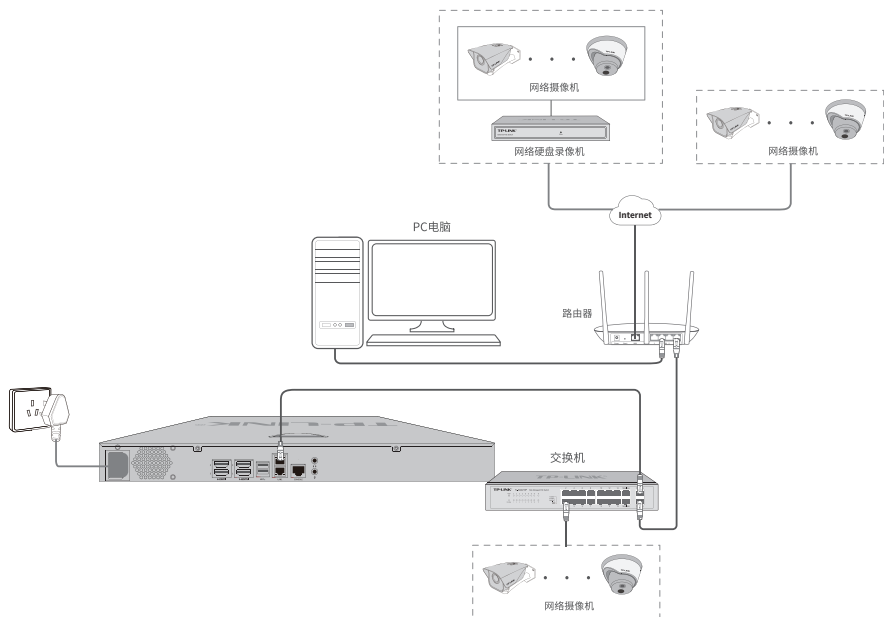

图3-1 连接设备
本产品是一款具备高性能流媒体转发的流媒体服务器，通过使用TUMS管理软件可配置流媒体服务器集群，实现大量流媒体任务并发转发，可参考图3-1连接设备。
1. 确保服务器已正确连接网络, 根据需求, 选择合适的连接方式, 可参考图3-1。